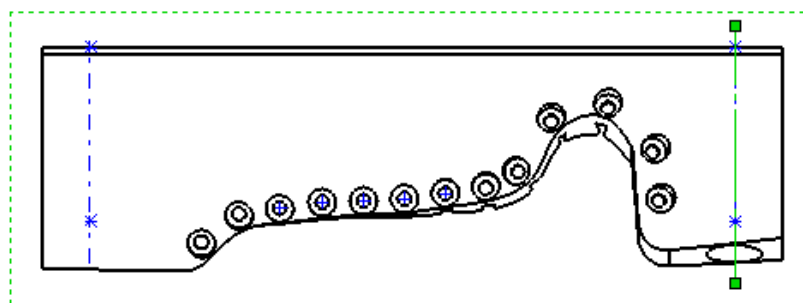

Рис. 4
3. Нарисуйте линию сечения, так чтобы её начальная и конечная точки совпадали с временной осью отверстия (рис. 4);